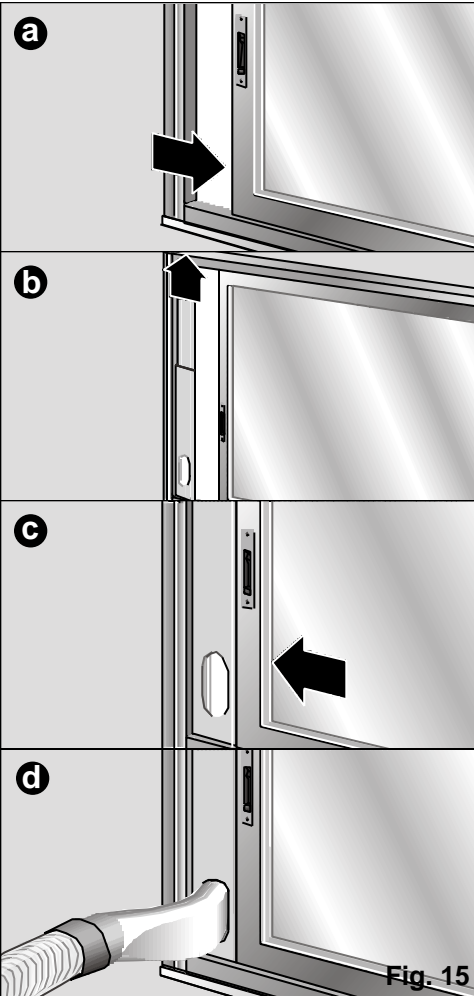

Fig. 15
- Man kan også bruke tilbehør for installering i skyvevindu / balkong skyvedør (se "Beskrivelse av tilbehøret"). **Fig. 15: a, b, c, d.** Utstyrsdelen fungerer både til horisontale og vertikale vinduer / balkongdører.